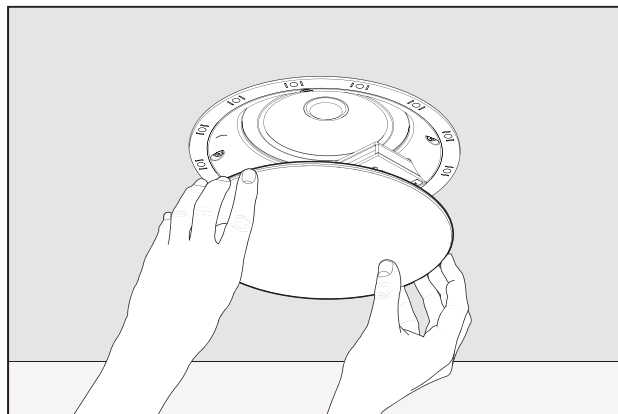

Fig. 5e
11. グリルをゆっくりと押し込んでください (Figs. 5e & 6f)。